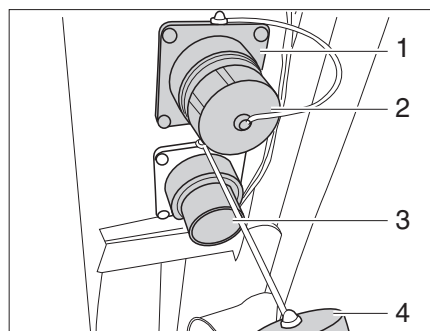

Fig. 215 Bec d'écoulement des eaux usées
Il est possible de raccorder une conduite au bec d'écoulement des eaux usées (Fig. 215,3).
- Dévisser et retirer le cache (Fig. 215,4) du bec d'écoulement des eaux usées (Fig. 215,3) en tournant d'un quart de tour dans le sens des aiguilles d'une montre.